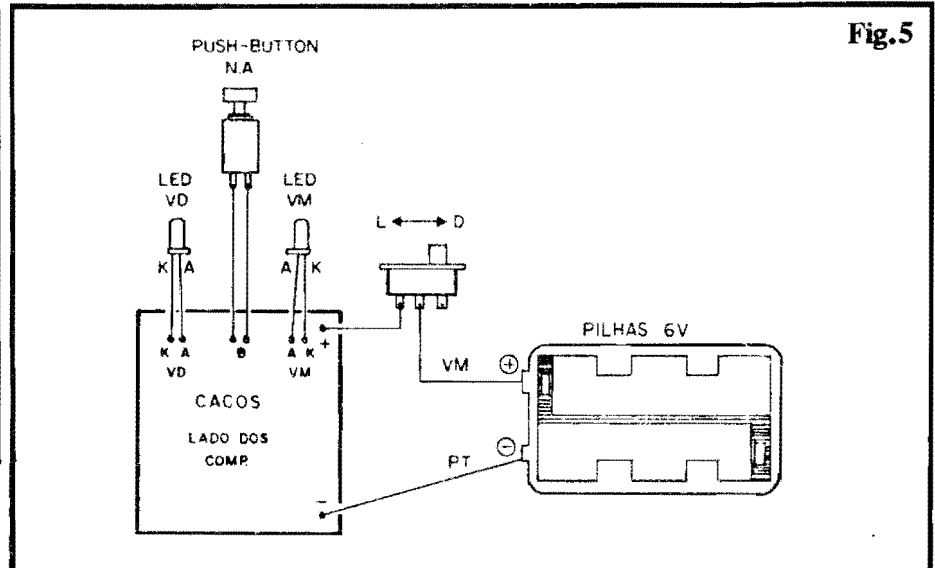

Fig.5
- **FIG. 5 - CONEXÕES EXTERNAS À PLACA** - Depois de colocados e soldados os componentes que ficam **sobre** a placa, resta fazer as ligações das peças "externas" (LEDs, **push-button** e alimentação...), cujas conexões encontram-se detalhadas na figura... Atenção à identificação dos terminais dos LEDs (rever fig. 2, se preciso...) com relação às respectivas ilhas na placa. Observar também a polaridade da alimentação (fio **vermelho** é o **positivo**, fio **preto** o **negativo**), com a intervenção da chave "liga-desliga" no fio do **positivo**. Observar a ligação (não polarizada) do interruptor de pressão, por um par de fios finos,